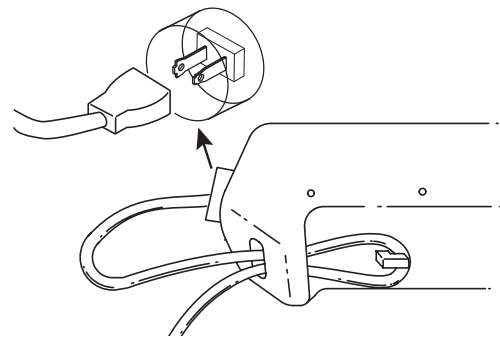

Fig. 4
2. Empuje el lazo a través de la abertura y muévelo hacia el gancho de la caja del motor (Fig. 4).